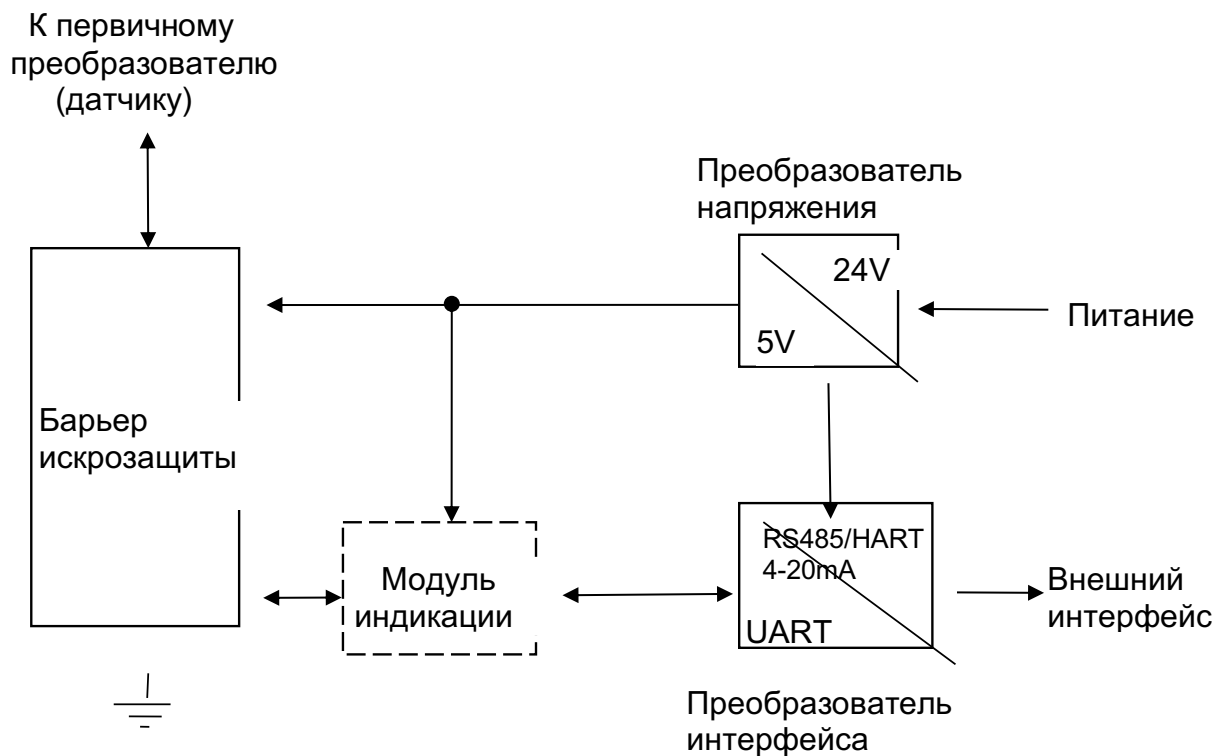

Рисунок 1. Функциональная схема БИВ1
4.2.1 Функциональная схема БИВ1 (рисунок 1) состоит из четырех основных узлов: барьера искрозащиты, преобразователя интерфейса, модуля индикации и преобразователя напряжения.